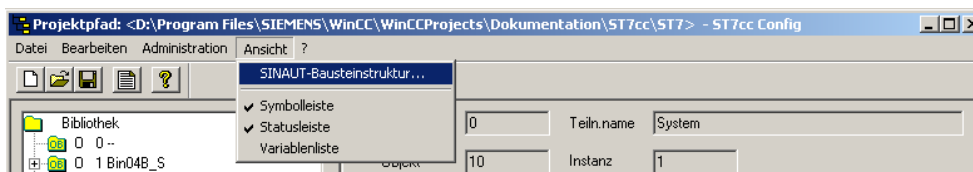

Bild 4-84 Anwahl der SINAUT TD7-Bausteinstruktur
1. Öffnen Sie den Dialog *SINAUT TD7-Bausteinstruktur*, indem sie in der Menüleiste im Fenster ST7cc Config auf *Ansicht* klicken und den Menüpunkt *SINAUT TD7-Bausteinstruktur...* auswählen (siehe Bild 4-84).